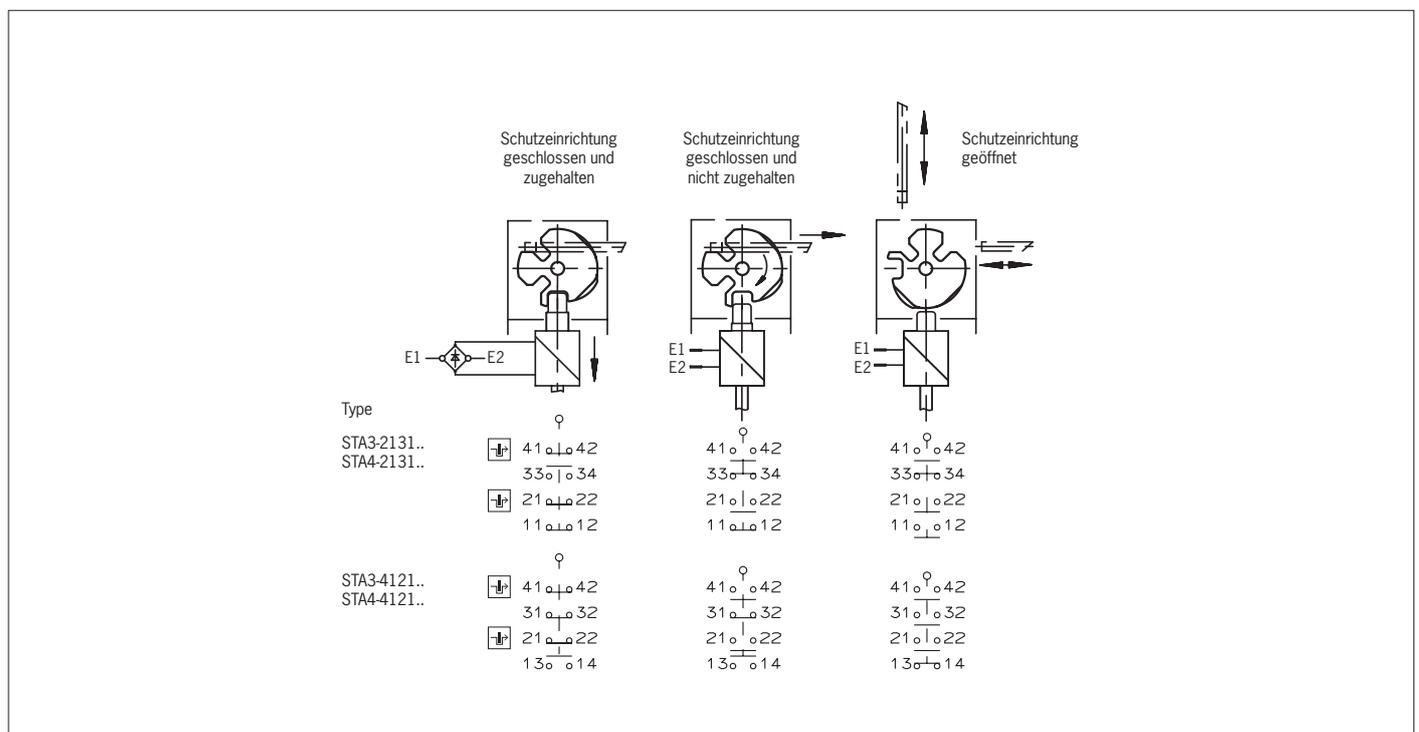

Bild 3: Schaltelemente und Schaltfunktionen
2. Anschließen und Klemmen mit 0,5 Nm anziehen (Kontaktbelegung siehe Bild 3).